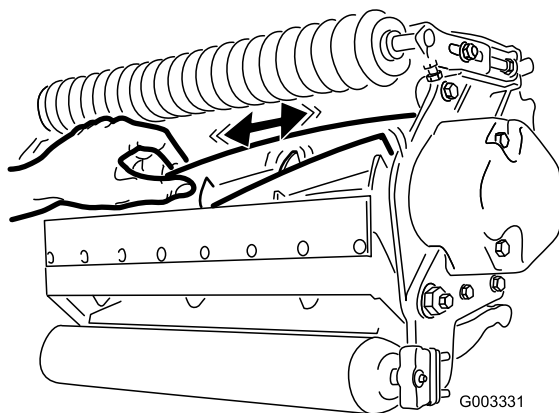

图26
2. 使用抹布或厚垫手套，握住滚刀刀片，尝试将滚刀组件从一侧移向另一侧（图26）。